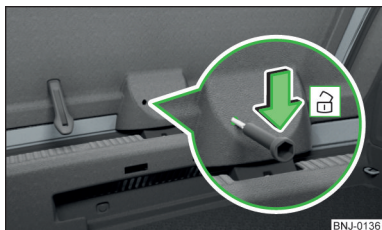

Abb. 186
- › In die Öffnung in der Verkleidung » Abb. 186 einen Schraubendreher oder ein ähnliches Werkzeug bis zum Anschlag einführen.